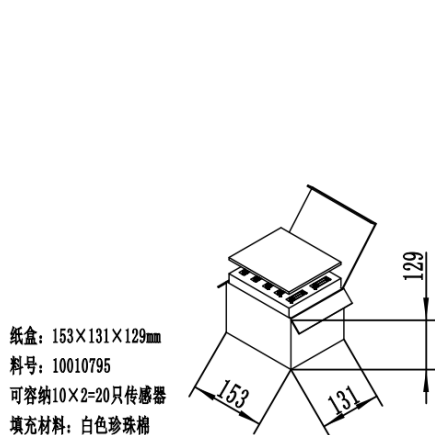

图 11-小盒
2. 整盘传感器依次放入小盒（图 11）中，最上方加泡棉盖板，每小盒可装 20 支传感器。